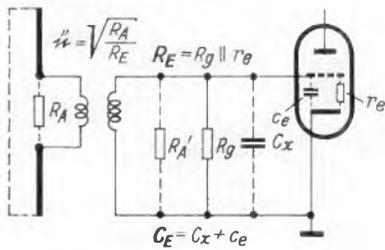

Bild 5. Prinzipschaltung einer UHF-Eingangsstufe mit Antennenanpassung
nungserhöhung durch die Eingangstransformation einer Breitband-UHF-Stufe (Bild 5) charakteristische Kenngrößen ableiten (4). In diesem Fall ist jedoch das Produkt aus Spannungsüberhöhung A (vergleichbar mit der Aufschaukelung A im Normalwellenbereich) und der Wurzel aus der Bandbreite B maßgebend. Die notwendige Anpassung des Antennenwiderstandes R_A an den Eingangswiderstand R_E erfordert ein Transformationsverhältnis \bar{u} nach Formel (11). Durch die Anpassung wird der wirksame Eingangswiderstand halbiert und die Spannungsüberhöhung ergibt sich nach Formel (12). Die Bandbreite des Eingangskreises läßt sich dann nach Formel (13) errechnen. Für die Breitbandqualität des Eingangskreises läßt sich als charakteristischer Kennwert das Produkt $(A \cdot \sqrt{B})$ nach Formel (14) ableiten. Ebenso ergibt sich eine Grenzfrequenz f_g nach Formel (15). Auch bei der Eingangsübertragung ist ein Optimalbereich mit einer oberen Grenzfrequenz f_{g1} nach Formel (16) vorhanden, in dem die gewünschte Bandbreite B durch entsprechende Einstellung von R_E ($R_E = r_{e1} || R_g$) eingehalten werden kann. In dem anschließenden Grenzbereich, in dem bei 200 MHz praktisch ausschließlich gearbeitet wird, erhält man die Spannungsüberhöhung A nach Formel (18) und im Optimalbereich nach Formel (17).